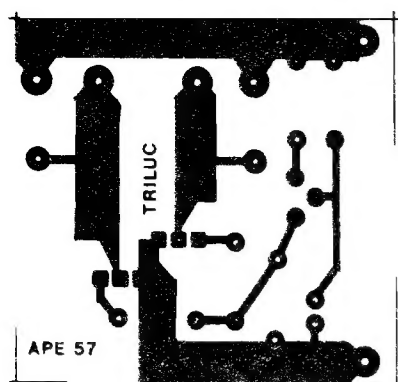

Fig. 2
- **FIG. 2 - LAY OUT DO CIRCUITO IMPRESSO ESPECÍFICO** - Pequeno (poderia ficar ainda menor, mas optamos por uma compactação moderada, em benefício dos iniciantes ou Hobbystas sem muita prática, que se "complicam" um pouco em montagens muito "congestionadas"...), e simples, o Circuito Impresso (o padrão cobreado é visto em áreas negras, na figura, que está em escala 1:1) e de fácil realização, bastando ao Leitor um pouquinho de "capricho" e atenção, aliados à inevitável conferência final... Algumas